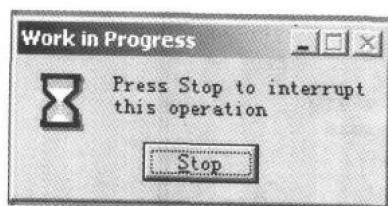

图 1-8 装载文件对话框
- 4) 选择按钮 OK 或直接按回车键，弹出如图 1-8 所示的对话框。